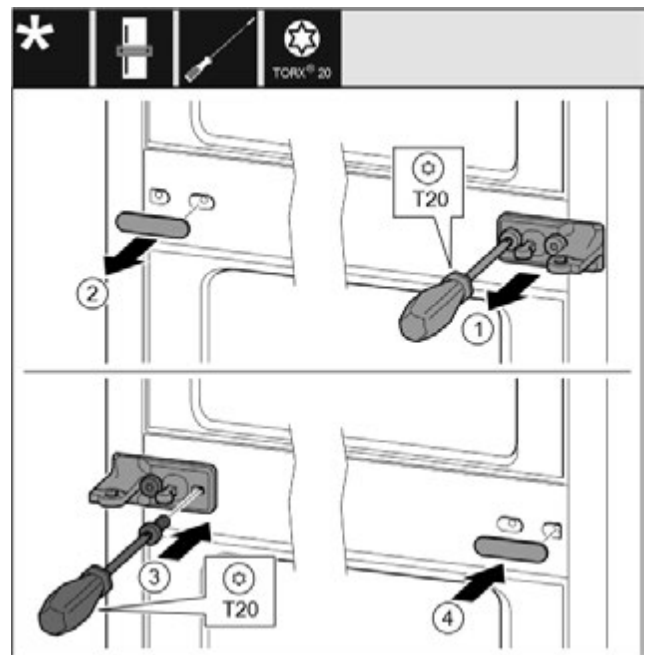

Fig. 26
- ▶ Зніміть перстину. Fig. 26 (1)
- ▶ Викрутіть гвинти за допомогою викрутки T20. Fig. 26 (2)
- ▶ Обережно зніміть кришку. Fig. 26 (3)
- ▶ Опорний кронштейн із плівкою, повернутий на 180°, закріпіть гвинтами з іншого боку. Fig. 26 (4)
- ▶ Кришку, яка повернута на 180°, розмістіть з іншого боку. Fig. 26 (5)
- ▶ Встановіть перстину спереду. Fig. 26 (6)